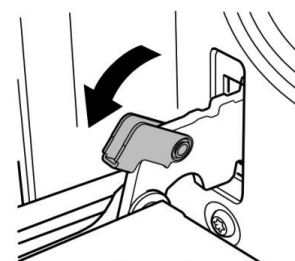

Рисунок 1
- ① Откройте дверцу на максимальный угол и потяните замок назад на петле дверцы (рис. 1). С обеих сторон дверцы духового шкафа имеются два замка.